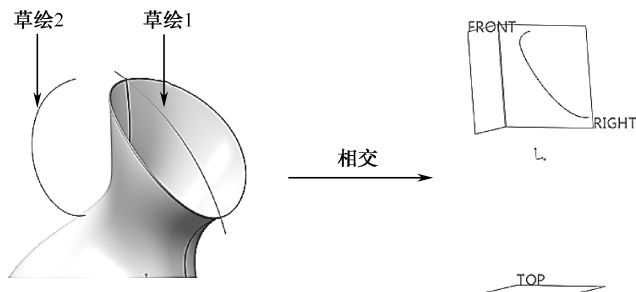

图 7-48 蒸脸器顶部立体轮廓线“相交 1”
(3) 鼠标同时选取草绘 1、草绘 2, 单击【编辑】→按钮, 生成蒸脸器头部立体轮廓线“相交 1”, 如图 7-48 所示。